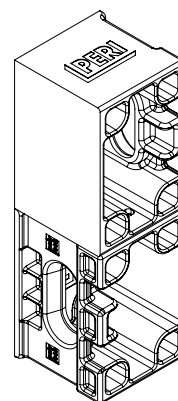

Fig. B5.09c
- Montante di compensazione 10 cm (Fig. B5.09c)